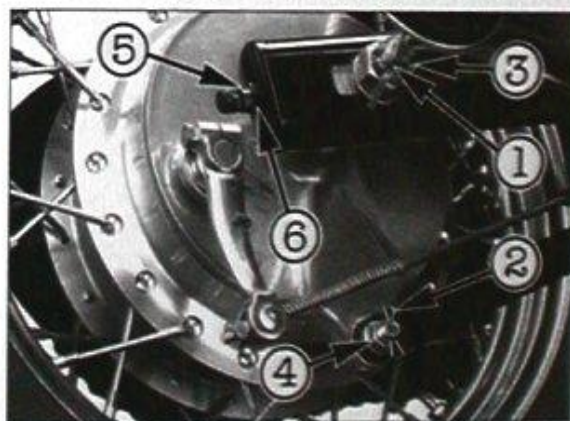

Bild 61
- Zum Korrigieren des Durchhangs rechts Sicherungssplinte  1 und  2 Bild 61 entfernen.
- Zum Korrigieren des Durchhangs rechts Sicherungssplinte ① und ② Bild 61 entfernen.
- Achsmutter ③ Bild 61 und Zugankermutter